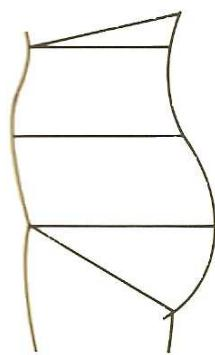

Figure 9 : Forme montante au dos avec emboîtement⁽²⁹⁾
- Forme montante au dos avec emboîtement (antiptôsique) : pour femme avec ptôse organique (Figure 9) ;